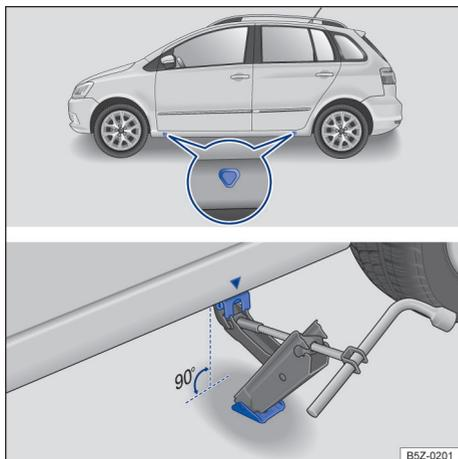

Fig. 171 Pontos de apoio do macaco e macaco posicionado no lado esquerdo traseiro do veículo.
O macaco somente pode ser posicionado nos pontos de apoio indicados (marcação na carroceria) → Fig. 171. É válido o ponto de apoio localizado próximo à roda correspondente → ⚠️.
6. Procurar sob o veículo o ponto de apoio do macaco → Fig. 171 mais próximo da roda a ser trocada.
8. Garantir que a base do macaco, com toda sua superfície, esteja sobre o chão e que a base se encontre perpendicularmente abaixo do ponto de colocação → Fig. 171.
9. Alinhar o macaco e, simultaneamente, levantar a garra do macaco até ela se encaixar na travessa debaixo do veículo → Fig. 171.
- Posicionar o macaco somente nos pontos indicados. A garra do macaco deve se encaixar no perfil da longarina de forma segura → Fig. 171.